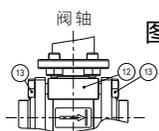

图9
5. 将剩余的4组螺栓 (13), 套管 (12) 及螺母 (17) 安装到位;
6. 以管道为轴线将阀门调整到所要求朝向, 按照上表扭矩值拧紧螺栓 (13) 螺母 (17)。
装配带有内螺纹不锈钢套管的阀门时, 均匀地拧紧螺栓 (13), 保证每个套管 (12) 在阀轴的两侧左右对称 (图9)
5. 将剩余的螺栓 (13), 螺母 (17) 安装到位;